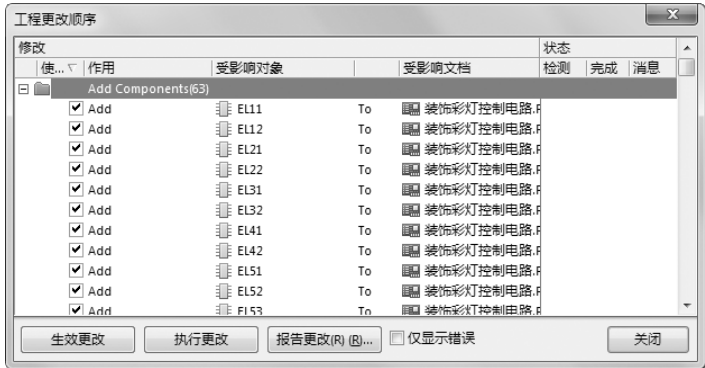

图 9-62 “工程更改顺序”对话框 1
(1) 在 PCB 编辑环境中，选择菜单栏中的“Import Changes From 装饰彩灯控制电路 . PrjPcb”（从装饰彩灯控制电路 . PrjPcb 输入改变）命令，弹出“工程更改顺序”对话框，如图 9-62 所示。